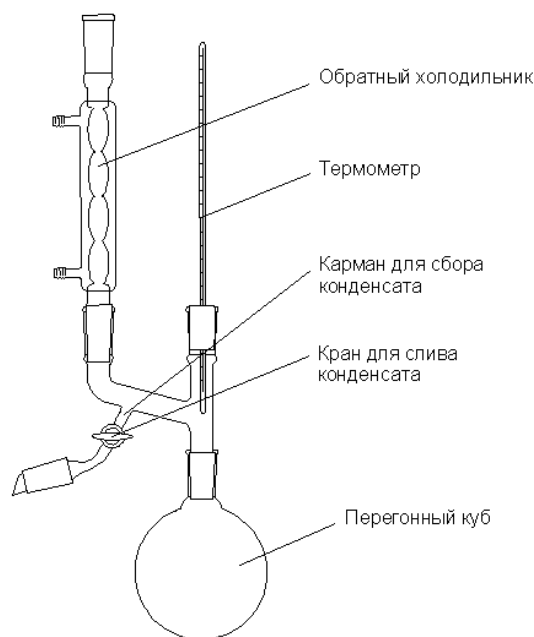

Рис. 1. Прибор Свентославского.
1. Сосуд для перегонки (рис. 1) через шлиф заполните на 2/3 его объёма исследуемой жидкостью. Для предотвращения бурного кипения и переброса жидкости опустите в неё 2-3 кусочка кирпича, обычно называемых «кипятильниками». Проверьте тока воды в холодильнике.